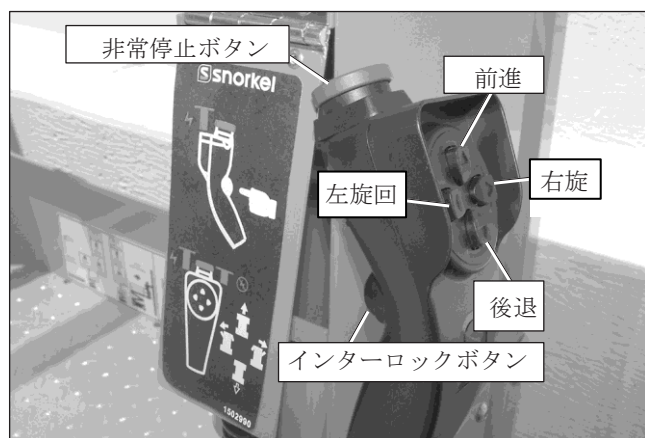

図10.3 - 積み込み操作盤
積み込み操作盤ペンダント（図10.3を参照）は、作業床の手すり上にある上部操作ボックスの下にあります。本機の積み込み時に、走行機能をここから操作できます。
2. 積み込み操作盤は、作業床の右側のゲートを上げてから操作します（図10.3を参照）。
4. 走行スイッチ（図10.3を参照）は押している間だけオンになるモメンタリースイッチです。これらのスイッチで左右の前輪を操作して高所作業車を走行させます。
5. ステアリングスイッチ（図10.3を参照）は押している間だけオンになるモメンタリースイッチです。これらのスイッチは、2つの前輪を操作して高所作業車の進行方向を制御します。